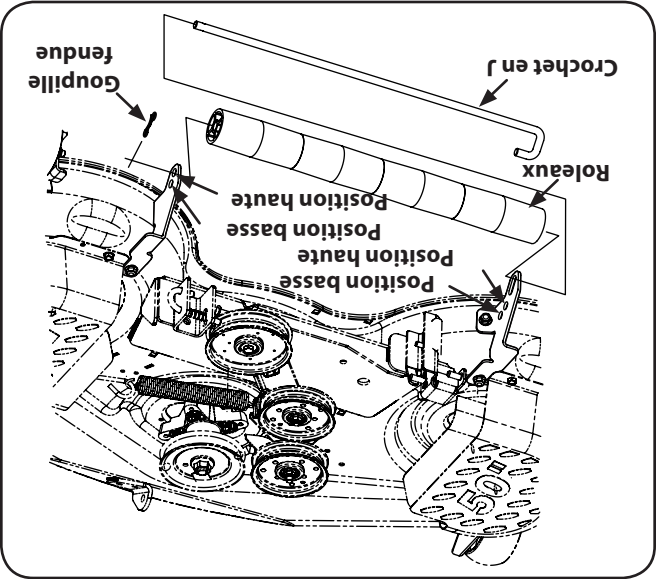

Figure 6-7
1. Pour ajuster la hauteur des rouleaux, enlevez la goupille fendue en noëud papillon et glissez le crochet en J jusqu'à ce que son extrémité soit dégagée du trou correspondant à la hauteur actuelle, sur le côté droit du rouleau. Voir la Figure 6-7.